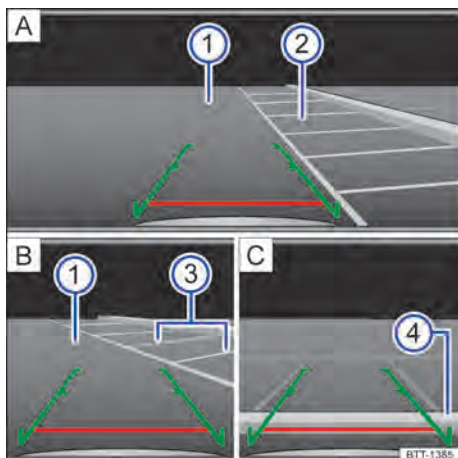

Fig. 98 Exibição do display do rádio ou do sistema de navegação: entrar na vaga de estacionamento com a câmera de marcha a ré (representação esquemática).
Legenda para → Fig. 98:
- Posicionar o veículo na frente da vaga de estacionamento → Fig. 98 ② A.
- Conduzir para trás lentamente e manobrar de modo que as guias verdes laterais conduzam entre as linhas de delimitação da vaga de estacionamento delimitada ② A.
- Alinhar o veículo na vaga de estacionamento selecionada de modo que as guias verdes laterais fiquem em cima das linhas de limitação lateral ③ B.
- Parar o veículo, quando a linha vermelha atingir a limitação traseira ④ C.